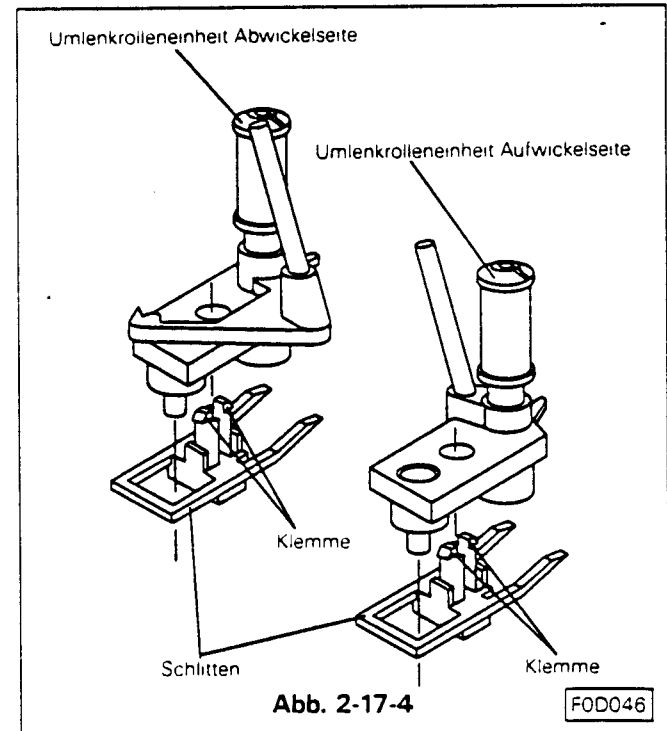

Abb. 2-17-4
- I. Die Klammern der Umlenkrollenschlitten lösen und die Umlenkrolleneinheit nach oben hin herausziehen. (Siehe Abb. 2-17-4)
2-17-2 Einbau (siehe Abb. 2-17-4)